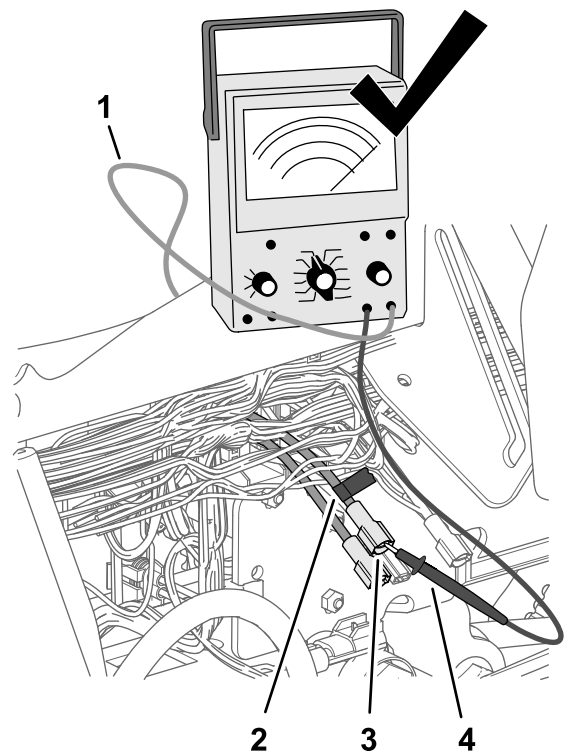

図 189
4. ステップ 3 図 189 で探し出したコネクタとその導線に、テープでマーキングする。